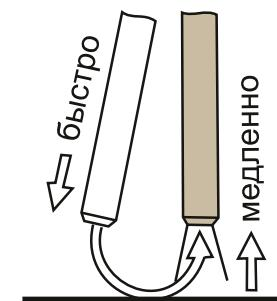

рис.1
**Внешний вид и органы управления на примере САИПА-200/220 (рис. 1)**
Внешний вид и органы управления на примере САИПА-200/220 (рис. 1)
**Сила сварочного тока (рис.1, поз.2).** С увеличением силы сварочного тока повышается глубина провара, что приводит к увеличению доли основного металла в шве. Ширина шва сначала несколько увеличивается, а затем уменьшается. Силу сварочного тока устанавливают в зависимости от выбранного диаметра электрода.
**Скорость подачи электродной проволоки (рис.1, поз.3)** связана с силой сварочного тока и регулируется одновременно с ним. Ее устанавливают с таким расчетом, чтобы в процессе сварки не происходило коротких замыканий и обрывов дуги.
**Напряжение дуги (рис.1, поз.2).** С увеличением напряжение дуги глубина провара уменьшается, а ширина шва увеличивается. Чрезмерное увеличение напряжения дуги сопровождается повышенным разбрызгиванием жидкого металла, ухудшением газовой защиты и образованием пор в наплавленном металле. Напряжение дуги устанавливается в зависимости от выбранной силы сварочного тока.
7. Включить аппарат выключателем на задней панели, загорится индикатор «Сеть» (рис. 1, поз. 7).
8. Установить режим работы в положение 2Т или 4Т режима MIG (рис. 1 поз.1). 2Т – сварка ведется при нажатой кнопке горелки, 4Т – первое нажатие на кнопку горелки – начало сварки, второе нажатие – конец сварки.
10. Кратковременными нажатиями на кнопку принудительной протяжки сварочной проволоки (рис.1, поз.5) добиться заполнения проволокой канала сварочного рукава.
14. Включить аппарат выключателем на задней панели, загорится индикатор «Сеть» (рис. 1, поз. 7).
15. Регулятором сварочного тока (рис. 1, поз. 3) установить необходимое значение.
4. Убедиться в том, что регулятор (рис.1 поз. 3) находится в положении минимального сварочного тока.
6. Вставьте необходимый электрод в электрододержатель и поворотом регулятора величины сварочного тока (рис.1 поз. 3) установить требуемое значение, согласно нижеприведенной таблице. Рекомендуется всегда следовать инструкциям производителя электродов, так как в ней указаны и полярность подсоединения кабелей, и оптимальный ток сварки.
8. После окончания производства сварочных работ установить регулятор (рис.1 поз. 3) в положение минимального сварочного тока.
- Держа сварочную маску перед лицом, «чиркните» электродом по поверхности свариваемой детали (как при зажигании спичкой). Данный метод наиболее продуктивный для зажигания сварочной дуги (рис.1 Чирканье).